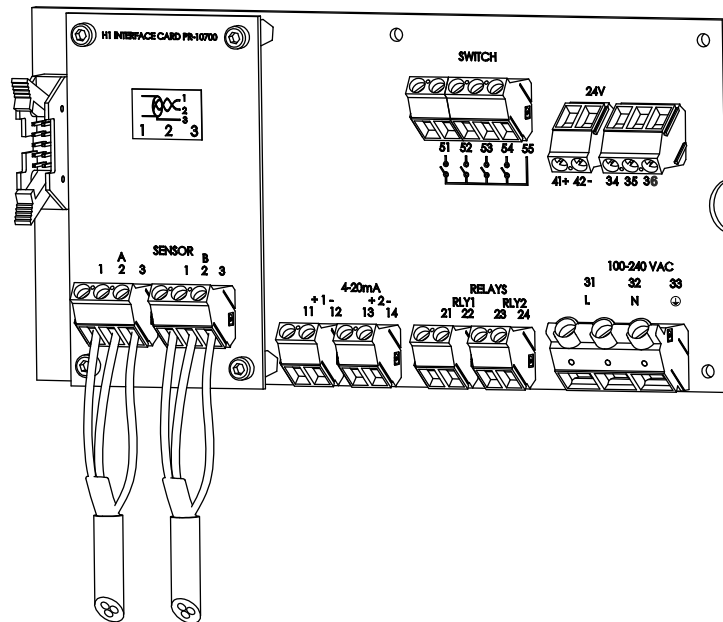

Figura 3.7 Placa madre del transmisor indicador para alimentación CA
El cable contiene un par de alambres de señal trenzados (1, 2) y un blindaje de cable (3) (ver Sección 3.3.2 y Figura 3.7). La entrega estándar es 10 metros (33 pies) de cable. La longitud máxima de un cable de interconexión es de 200 m (660 ft). Los alambres de señal (1, 2) son intercambiables (no-polarizados). El blindaje de cable está conectado a tierra para protección en el Transmisor indicador.
Descripción de las terminales en la tarjeta de la interfaz H1 del PR-10700 y sobre la Placa madre del Transmisor PR-10600 (Figura 3.7).
La corriente AC primaria se conecta a una banda terminal separada 31/32/33 marcada con POWER (corriente) en la esquina inferior derecha de la Placa madre (Figura 3.7). Las tres terminales están marcadas 31/L, 32/N y 33/⊕ (protección a tierra). La terminal de corriente 33/⊕ está conectada directamente a las partes metálicas expuestas del Transmisor indicador DTR.